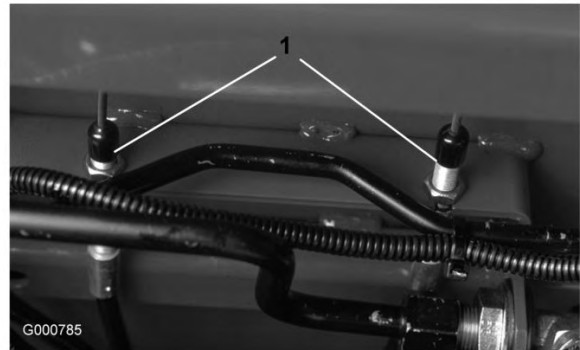

Figura 74
2. Para reducir la holgura de los pedales de freno, apriete los frenos aflojando la tuerca delantera del extremo roscado del cable de freno (Figura 74). Luego apriete la tuerca trasera para mover el cable hacia atrás hasta que los pedales de freno tengan una holgura de 1,25-2,5 cm. Apriete las tuercas delanteras una vez que los frenos estén ajustados correctamente.